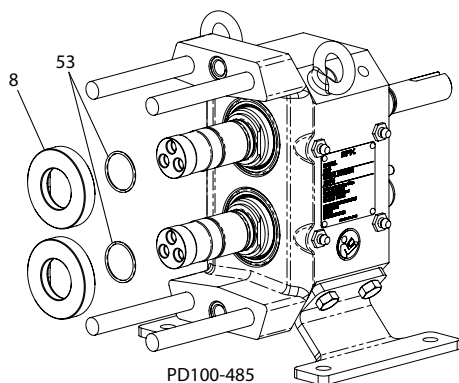

Рисунок 34 - Снимите седла уплотнения
1. Снимите седла уплотнения (Рисунок 34, пункт 8) с валов. Следите за тем, чтобы не повредить седла или валы.